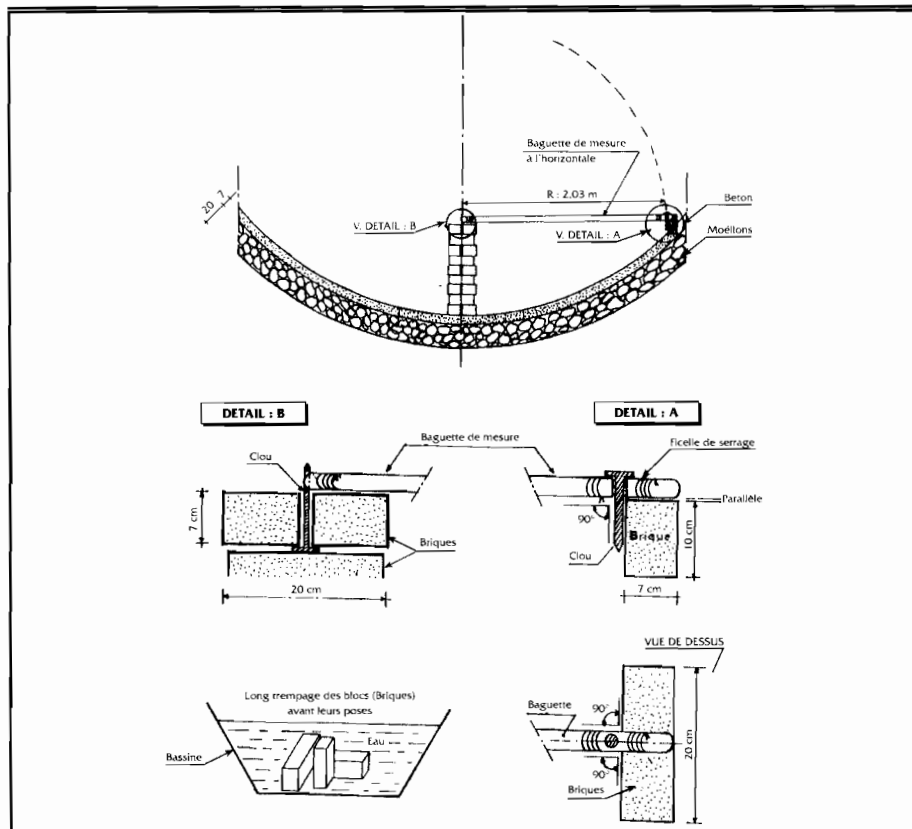

Figure 10 :
5.22 / Monter une troisième rangée de briques. FIG.10.